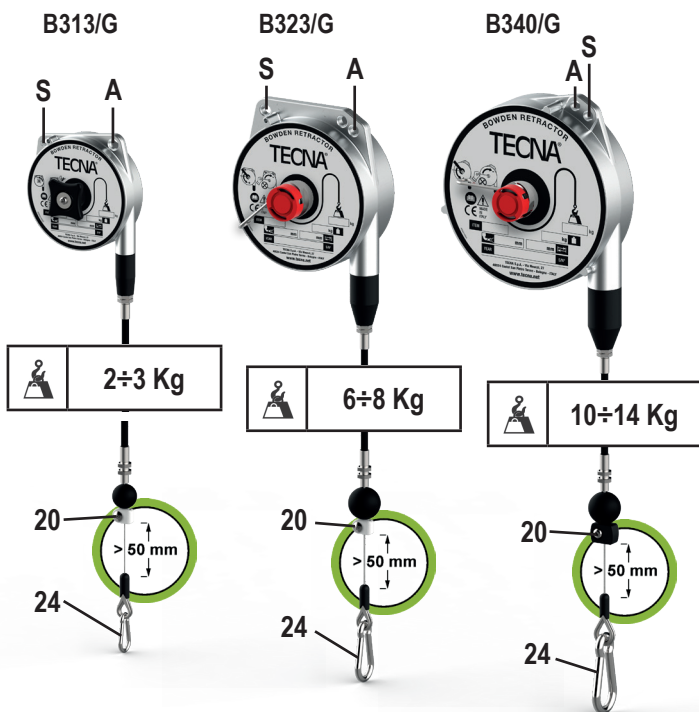

Fig. 2
Присоединяйте предохранительную подвеску (S) (рис. 2) к опоре соответствующего размера всегда только с помощью аксессуаров, входящих в комплект поставки.
Предохранительная опора НЕ ДОЛЖНА БЫТЬ той же, что и опора основной подвески (A) (рис. 2). Максимальное падение в случае выхода из строя основной подвески не должно превышать 100 мм.
Удерживайте инструмент или устройство, прикрепленное к Bowden retractor (Боуден-ретрактору), и выполните необходимые операции; затем приведите инструмент или устройство в сбалансированное положение - линейно относительно точки подвеса, и отпустите его, избегая при этом резкого возврата (опасность поломки пружины). При идеальной установке амортизатор должен касаться или слегка опираться на точку подвеса. Балансируемый груз необходимо соединить с карабином (24) (рис.2). Убедитесь, что после подсоединения груза карабин закрыт. Разматывание троса ни в коем случае не должно быть полным: рабочий ход должен заканчиваться минимум за 100 мм до нижнего предела хода. При необходимости переместите и зафиксируйте зажим (20) (рис.2), чтобы ограничить ход.
Не снимайте груз с крюка, если зажим (20) (Рис. 2) не упирается в обжимный наконечник троса (ПОЛОЖЕНИЕ ПОКАЗАНО НА РИС. 2).